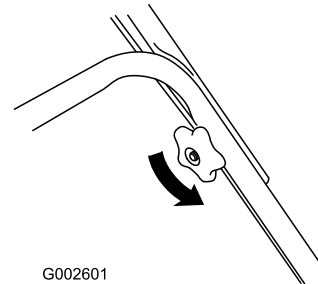

Figure 51
6. Desserrez les boutons du guidon jusqu'à ce que la moitié supérieure bouge librement (Figure 51).